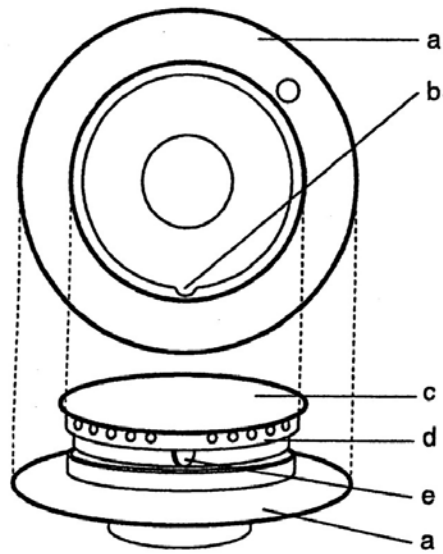

Fig. 1
1. 將銅圈(圖 Fig. 1-d)定位放置好是很重要的。因此，須正確使銅圈齒狀(圖 Fig. 1-e)與鋁底座(圖 Fig. 1-a)的缺口(圖 Fig. 1-b)卡合。